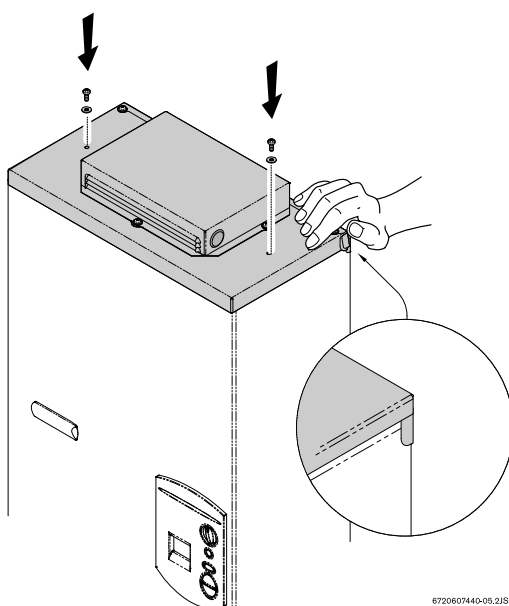

Fig. 8
- ▶ Fije la caperuza en la parte superior del calentador, tal como se indica en la fig. 8. Cerciórese de que la caperuza está bien encajada, prestando especial atención en que la cubierta frontal quede dentro de las esquinas de la caperuza, tal y como se indica en la fig. 8. Presione los laterales de la cubierta con las manos para asegurarse de que queden encajados dentro de dichas esquinas. Fíjela con los dos tornillos.